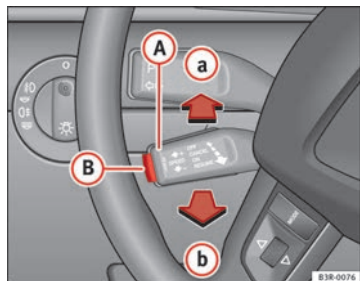

Fig. 141 Mandos del regulador de velocidad
- desplace la palanca **(A)** ⇒ fig. 141 hasta la posición **(a)** (sin encastrar).